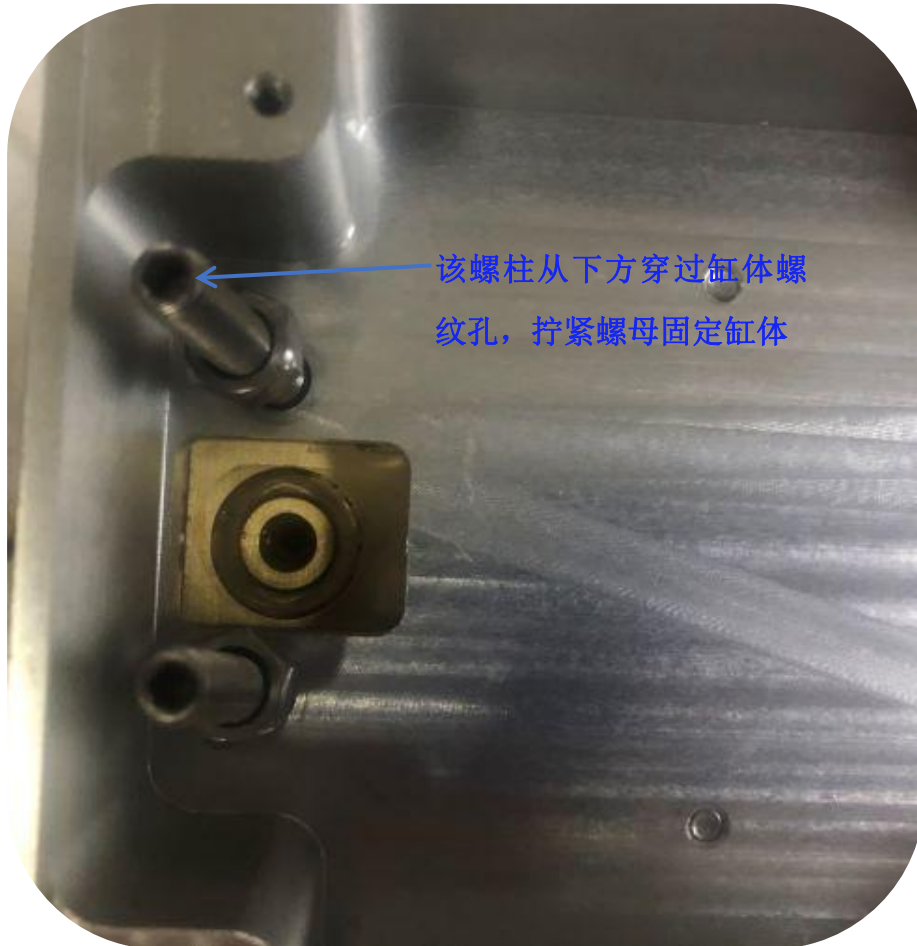

图 15 固定缸体在底座
3. 固定缸体在底座:螺柱穿过缸体的螺纹孔, 使用 3mm 内六角扳将缸体固定在底座如图 15 所示: